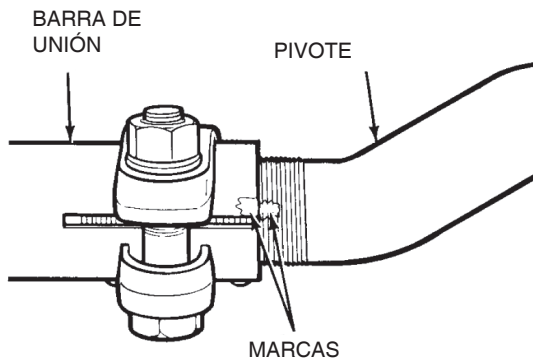

Figura 91
5. Si han sido removidos, instale los pivotes en la barra de dirección en la posición marcada durante la remoción. Figura 91.